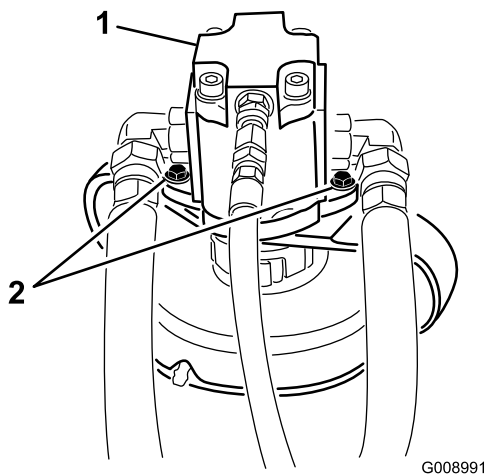

Figure 77
4. Enlevez les boulons qui fixent le moteur hydraulique au plateau de coupe (Figure 77). Soulevez le moteur et placez-le sur le dessus du plateau de coupe.
2. Enlevez les boulons qui fixent le moteur hydraulique au plateau de coupe (Figure 77). Soulevez le moteur et placez-le sur le dessus du plateau de coupe.